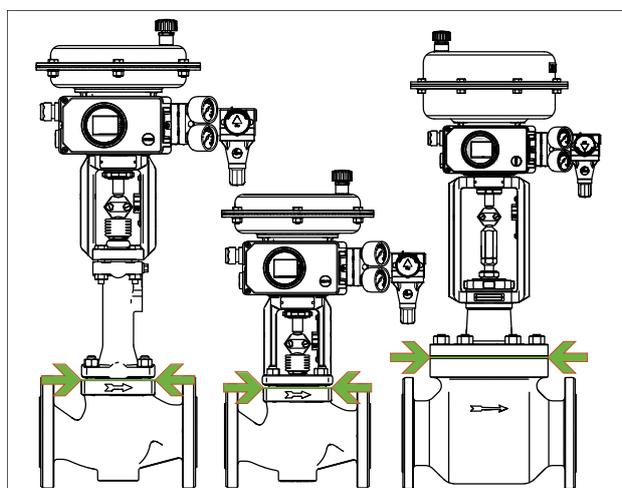

Bild 9: Grenze der Einisolierung von Stellventilen (Beispieldarstellung)
- ⇒ Stellventile nur bis zum Deckelflansch der Ventilgehäuse einisolieren, vgl. Bild 9. Dies gilt auch für Ausführungen mit Balg- oder Isolierteil bei Mediumtemperaturen unter 0 °C oder über 220 °C. Wird das Isolierteil mit einisoliert, verliert es seine Funktion!